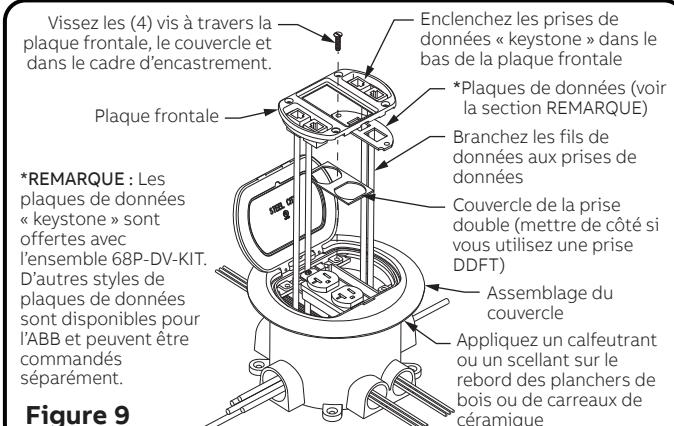

Figure 9
8. Sur des planchers de bois ou de carreau de céramique, appliquez du calfeutrant ou du scellant sur le rebord du revêtement pour empêcher l'eau d'entrer (voir la Figure 9).
9. Placez l'assemblage du couvercle sur le dessus du cadre d'encastrement. Tirez sur le fil de données à travers l'ouverture latérale et installez la prise de données selon les instructions du fabricant (voir la Figure 9).
11. Enclenchez les prises « keystone » dans les plaques de données (voir la Figure 9).
12. Assemblez la plaque frontale sur le couvercle en utilisant des vis à tête fraisée no 8 de 19 mm (3/4 po) de long (voir la Figure 9).